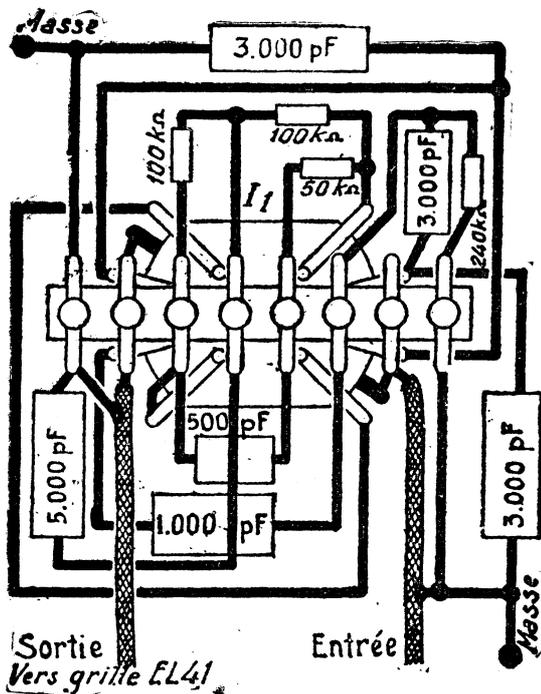

Figure 4
Le plan de câblage du commutateur est indiqué par la figure 4. Les deux paillettes correspondant au commun du commutateur reliées respectivement à l'armature intérieure des câbles blindés d'entrée (28) et de sortie (27), sont représentées en noir.